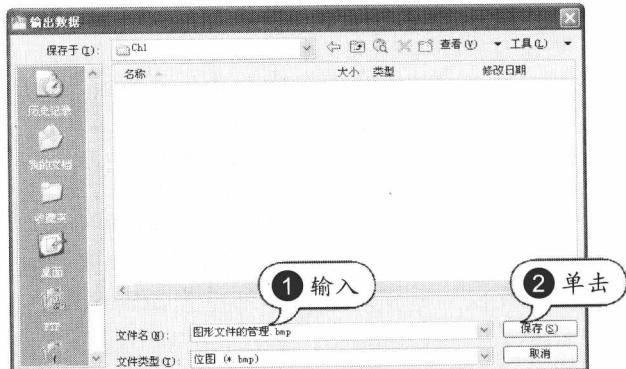

图 1-8 输出图形
**STEP 08** 输出图形。在菜单栏中执行“文件>输出”菜单命令，指定文件名称、路径和类型进行保存，如图 1-8 所示。